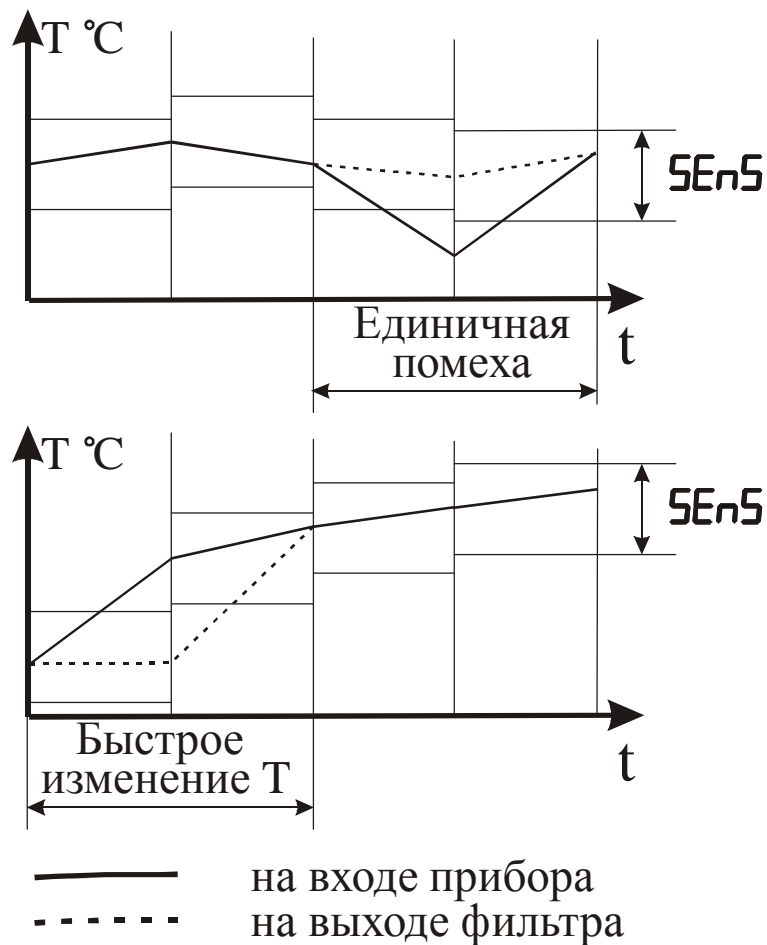

Рисунок 3.15 – Работа фильтра при воздействии случайной помехи и быстром изменении сигнала
3.3.3.7 С целью уменьшения влияния случайных импульсных помех на показания в прибор введена цифровая фильтрация. Работа фильтра описывается параметром “Полоса фильтра”. Если текущее значение температуры отличается от результатов предыдущего измерения на значение, которое превышает указанное в параметре “Полоса фильтра”, то проводится повторное измерение температуры, а на индикаторе остается старое значение (см. рисунок 3.15). О повторном измерении свидетельствует мигание светодиодного индикатора “К” зеленого свечения по соответствующему каналу.